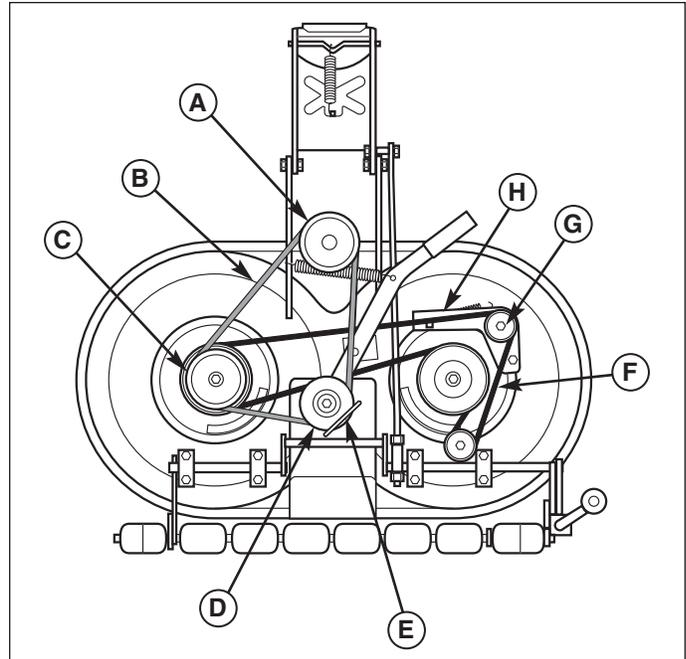
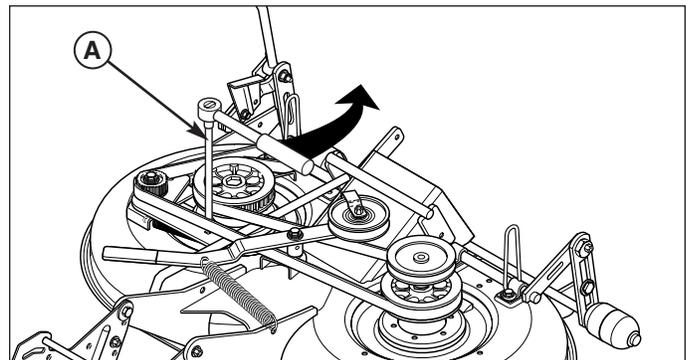

Figure 38. Courroies de la tondeuse
Figure 39. Relâchement de la tension de la courroie
3. Prendre note de la position du guide de courroie de la poulie folle (E, Figure 38). Desserrer la vis de poulie folle et enlever la courroie de la poulie (D).
4. Installer la nouvelle courroie (B) comme indiqué. Lorsque la plate-forme de tondeuse est installée sur le tracteur, la courroie passe autour de la poulie d'embrayage de la PDF (A), de la poulie folle (D) et de la poulie d'entraînement de la plate-forme de tondeuse (C).
5. Remettre le guide de courroie de la poulie folle (E) à sa position d'origine et serrer la vis de la poulie folle.
3. Desserrer la vis de poulie folle (G, Figure 38).
4. À l'aide d'un cliquet (A, Figure 39), déplacer la poulie folle (H, Figure 38) pour relâcher la tension de la courroie (F).
5. Enlever la courroie (F).
6. Installer une nouvelle courroie (F) sur les poulies comme indiqué. Le fait de relâcher la poulie folle (H) permet au ressort de tendre automatiquement la courroie crantée.
7. Serrer la vis de la poulie folle (G). Remettre les carters de courroie.